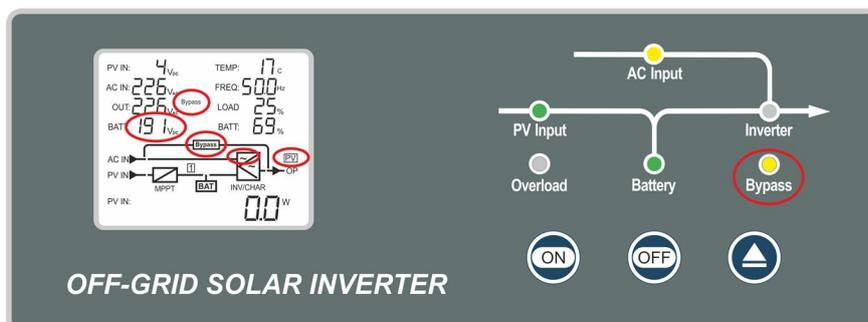

Fig. 34 – Fine Accumulo: attivazione modalità di Bypass con deep-switch su "ECO-Mode".
- **Settaggio su "ECO-Mode"**: al termine dell'Accumulo, il Sistema provvede a spegnere il circuito Inverter (Led "Inverter" spento) e ad attivare il circuito di Bypass (Led "Bypass" di colore giallo acceso). Sul Display LCD comparirà un'apposita indicazione sul grafico come evidenziato nell'immagine seguente (Fig.34):